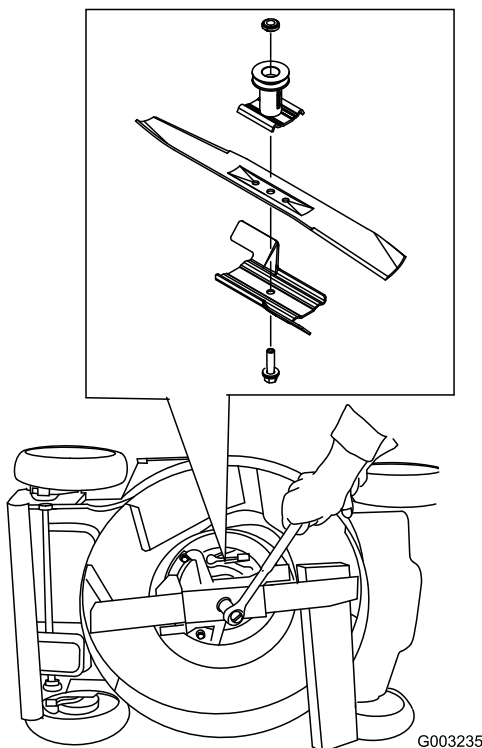

Figura 40
- Usate un blocco di legno per tenere ferma la lama (Figura 40).